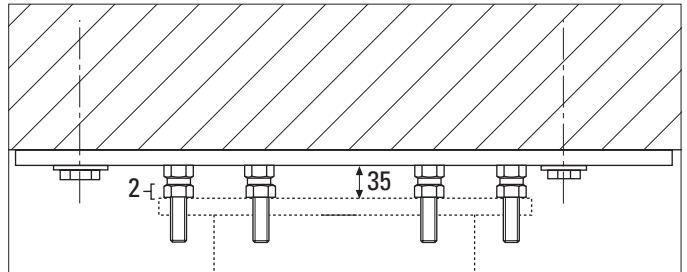

Bild 3
- ⇒ Die oberen 6 Muttern M12 (2) bis zum definierten Mass von 35 mm zwischen Unterkante Konsole und Unterkante Mutter auf die Gewindestangen schrauben (Bild 3).